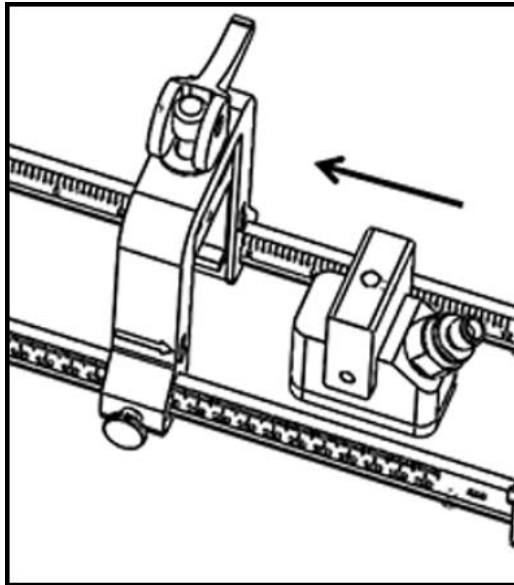

图 21: 插入换能器
6. 将已经锁入换能器支座的换能器滑到夹紧装置的其中一个夹持器中，直到换能器支座顶端的柱塞卡入其在夹持器底部的位置（请参见下面的 图 21）。